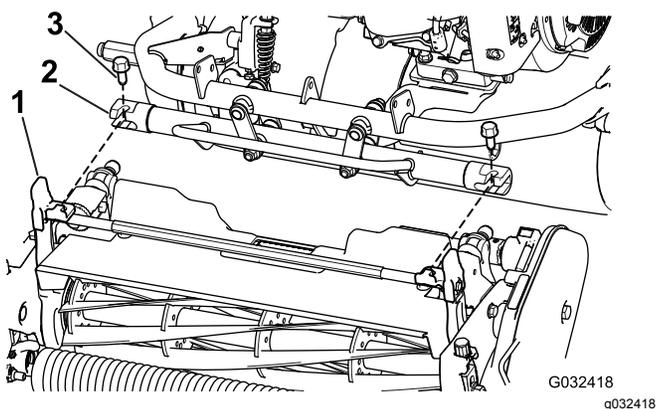

Рисунок 7
4. Маневрируя, перемещайте раму тягового блока (Рисунок 7) вперед, пока она не войдет в зацепление с поворотными рычагами режущего блока.
5. Прикрепите раму тягового блока к поворотным рычагам режущего блока двумя болтами ($\frac{3}{8}$ x $\frac{3}{4}$ дюйма) (Рисунок 7).